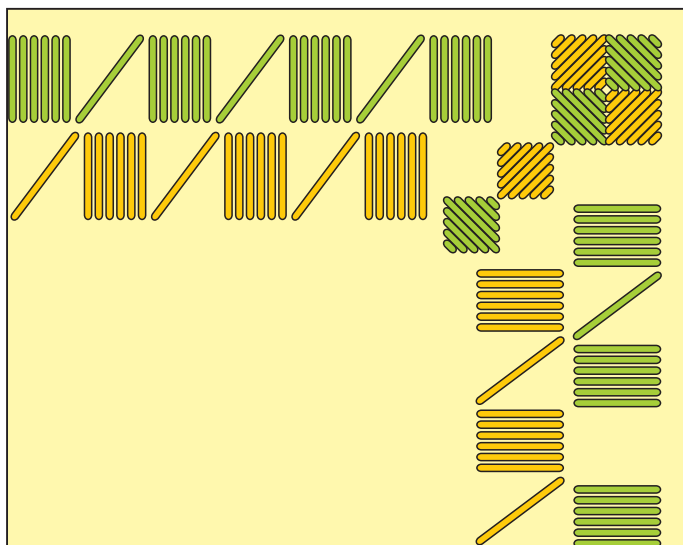

Рис. 62.
Выполнение бордюра из прямоугольников (рис. 62).
2. Выполни шесть вертикальных стежков, захватывая по 8 нитей ткани (рис. 62, а).